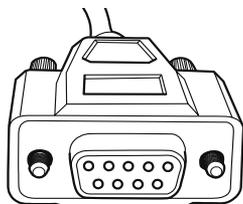

Figure 1
1. Brancher le programmateur portatif Q-Logic™ à Q-Logic™ ED (affichage amélioré) ou à la manette autonome si le SCIM (module d'entrées de commande spéciale- Figure 1) est en cours d'utilisation.